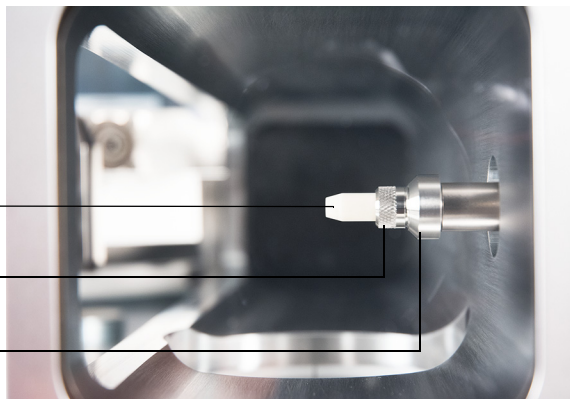

Figure 16. Cône d'étanchéité de l'interface GC/MS
- 1 Vérifier que la source CI, EI XTR ou HES est installée. (Voir **Figure 16** page 81.)